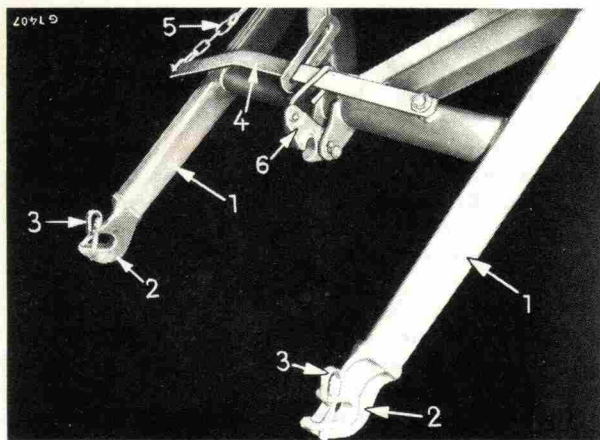

Fig. 35
Les équipements du chargeur frontal s'adaptent aux crochets du bâti (2, Fig. 35) et se fixent de chaque côté à l'aide d'une goupille d'arrêt (3). Le changement d'équipement s'effectue en quelques minutes par le conducteur du tracteur lui-même.